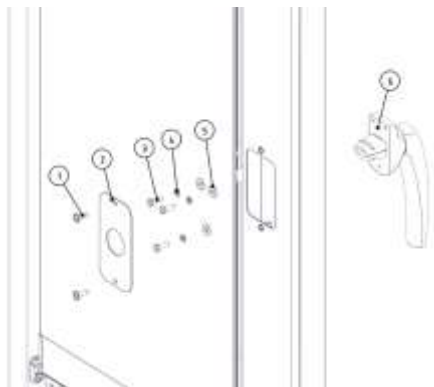

Рис. 30 – Замена ручки двери
Для замены ручки двери (рис.30) необходимо:
1. Открутить винты (поз.1, рис. 30) и снять накладку (поз.2, рис. 30)
2. Открутить болты (поз.3, рис. 30) вместе с шайбами (поз.4 и 5, рис. 30);